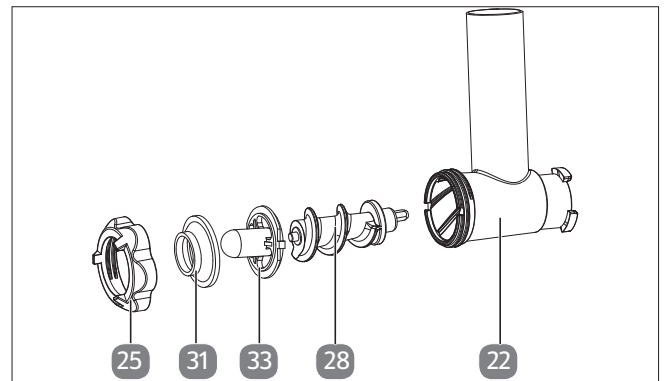

Abb. 24 – Zubehörteile Kebbe
1. Setzen Sie das Zubehör wie abgebildet zusammen (siehe Abb. 24).